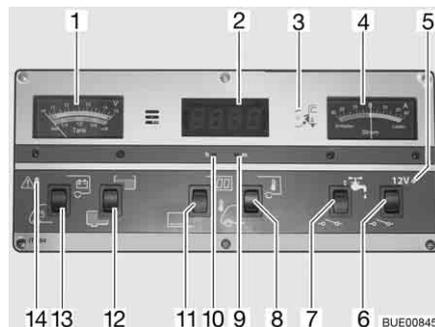

Fig. 155 Panneau de contrôle IT 994
Observer sur l'indicateur de charge/de niveau de réservoir (Fig. 155,1), la graduation supérieure. L'indicateur s'éclaire automatiquement dès qu'un commutateur est actionné.
- Commutateur à bascule (Fig. 155,13) vers le bas : La tension de la batterie de démarrage est affichée.
- Commutateur à bascule (Fig. 155,13) vers le haut : La tension de la batterie de cellule est affichée.
Observer sur l'indicateur de charge/de niveau de réservoir (Fig. 155,1) la graduation inférieure. L'indicateur s'éclaire automatiquement dès qu'un commutateur est actionné.
- Commutateur à bascule (Fig. 155,12) vers le haut : Le niveau du réservoir d'eau est affiché.
- Commutateur à bascule (Fig. 155,12) vers le bas : Le niveau du réservoir d'eaux usées est affiché.
Le voyant d'alerte rouge ALARME (Fig. 155,14) clignote dès que la charge de la batterie de cellule descend en dessous de 11 V (mesurée en marche) et qu'il y a risque de décharge profonde des batteries.
- Commutateur à bascule (Fig. 155,11) vers le haut : L'affichage de l'horloge numérique est activé. L'affichage de température est en ordre de marche.
- Commutateur à bascule (Fig. 155,11) vers le bas : L'affichage de l'horloge numérique et l'affichage de température sont désactivés.
- Appuyer avec un objet fin, p. ex. l'extrémité d'un stylo à bille, sur l'orifice pour l'affichage des heures (Fig. 155,10) jusqu'à ce que l'indication des heures souhaitée s'affiche.
- Appuyer avec un objet fin, p. ex. l'extrémité d'un stylo à bille, sur l'orifice pour l'affichage des minutes (Fig. 155,9) jusqu'à ce que l'indication des minutes souhaitée s'affiche.
- Commutateur à bascule (Fig. 155,8) vers le haut : La température intérieure s'affiche.
- Commutateur à bascule (Fig. 155,8) vers le bas : La température extérieure s'affiche.
Cet indicateur (Fig. 155,4) permet de visualiser en permanence le flux de courant actuel de la batterie. L'indicateur s'éclaire automatiquement dès qu'un commutateur est actionné.
L'interrupteur principal 12 V (Fig. 155,6) établit ou coupe le panneau de contrôle et l'alimentation 12 V de la cellule.
*Mise en marche :* ■ Commutateur à bascule (Fig. 155,6) vers le haut : L'alimentation 12 V de la cellule est assurée. Le voyant de contrôle (Fig. 155,5) s'allume en vert.
*Mise hors service :* ■ Commutateur à bascule (Fig. 155,6) vers le bas : L'alimentation 12 V de la cellule est coupée. Le voyant de contrôle (Fig. 155,5) s'éteint.
Le voyant de contrôle 12 V (Fig. 155,5) s'allume dès que l'interrupteur principal 12 V (Fig. 155,6) est enclenché.
Le voyant de contrôle jaune 230 V (Fig. 155,3) s'allume si l'arrivée du bloc électrique est sous tension de réseau.
*Mise en marche :* ■ Commutateur à bascule (Fig. 155,7) vers le haut : L'alimentation en eau est activée.
*Mise hors service :* ■ Commutateur à bascule (Fig. 155,7) vers le bas : L'alimentation en eau est désactivée.